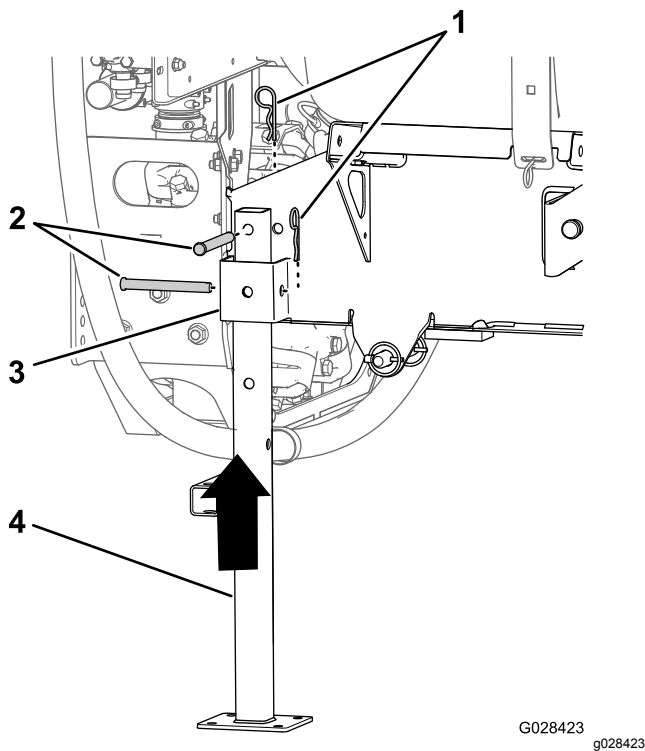

Bild 119
5. Fluchten Sie den hinteren Achsständer mit der Aufnahme für den hinteren Achsständer aus (Bild 119).
6. Fluchten Sie das Loch oben am Achsständer mit dem Loch im Rahmen des Behältergestells aus (**Bild 119**).
7. Befestigen Sie den Achsständer mit zwei Lastösenbolzen (1/2" x 4¹/₂") und zwei Splints (5/32" x 2⁵/₈") an der Aufnahme und dem Rahmen, wie in **Bild 119** abgebildet.